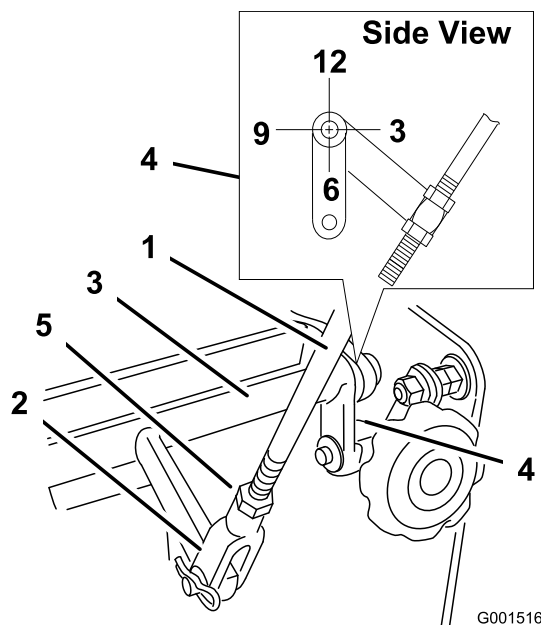

Figure 33
4. Vérifiez l'orientation des languettes aux extrémités de la manivelle de commande de vitesse. Ces languettes doivent être dirigées vers le bas, à la position 6 heures approximativement (Figure 33).
5. Ajustez la chape filetée au bas de la biellette de changement de vitesses jusqu'à ce que les languettes soient placées à la position 6 heures (Figure 33).